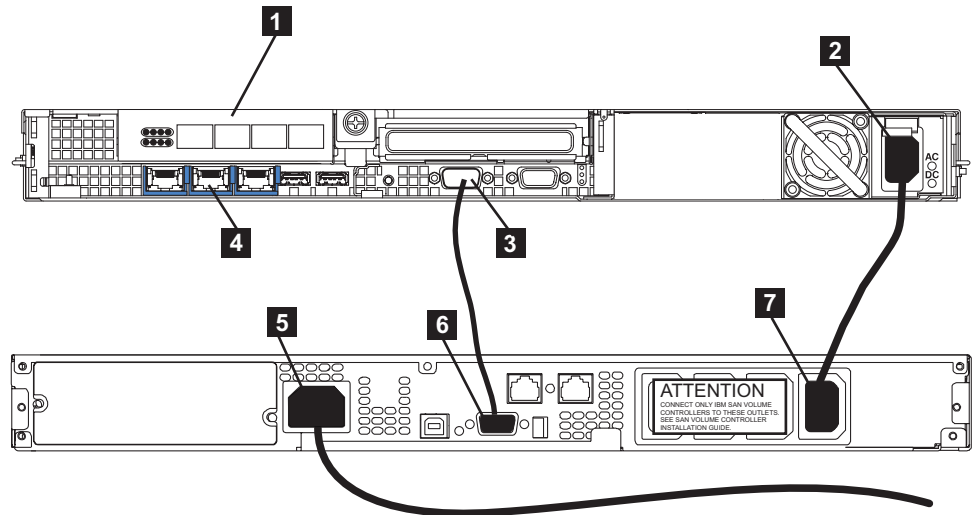

図 40. SAN ボリューム・コントローラー 2145-8G4 の電源ケーブルを 2145-1U 無停電電源装置に接続します。
1. SAN ボリューム・コントローラー 2145-8G4 の背面で、図 40 に示すように、電源/シリアル複合ケーブルの電源ケーブルを電源コネクタ **2** に差し込んでください。